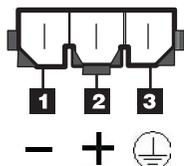

図 14. DC 電源コネクター - ピンの位置
- b. DC 電源ケーブルを電源機構に接続します。DC 電源機構のコネクター・ピンの位置については、図 14 および表 1 を参照してください。